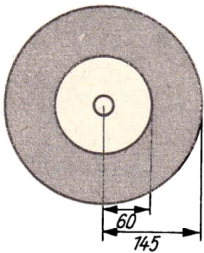

Bild 19
- 2.60** Bei einer großen Schallplatte (33 min^{-1}) hat das Rillenfeld die in Bild 19 gegebenen Abmessungen. Auf die Strecke von 1 mm in radialer Richtung kommen 10 Durchgänge der spiralförmig verlaufenden Rille. Berechnen Sie 1. die Spieldauer der Schallplatte, 2. den Bereich, in dem sich die Abtastgeschwindigkeit während des Abspielens der Schallplatte ändert, 3. die Länge der Rille.